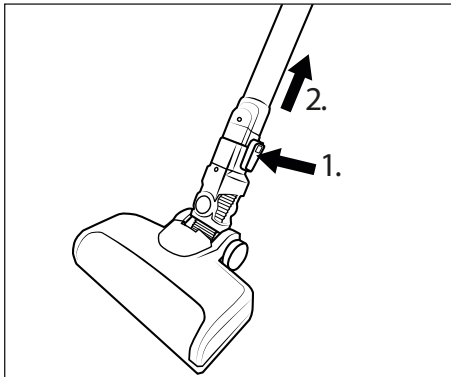

Fig. 12
- ◆ Pour retirer la brosse de sol 22 du tube d'aspiration 24, maintenez la touche de déverrouillage de la brosse de sol 23 enfoncée et retirez le tube d'aspiration 24 de la brosse de sol 22 (voir figure 12).